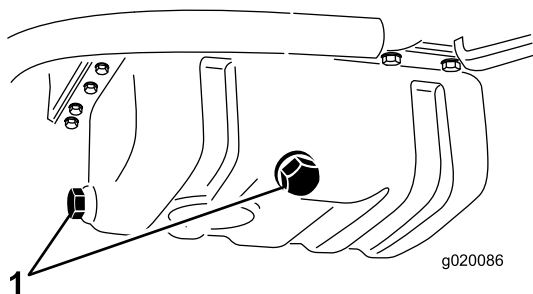

Figure 55
2. Enlevez un des bouchons de vidange (Figure 55) et faites couler l'huile dans un bac de vidange. Remettez le bouchon quand la vidange est terminée.